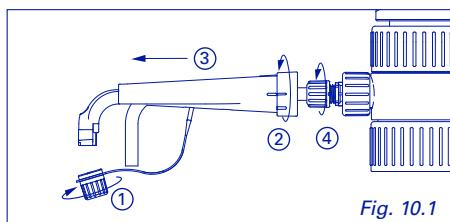
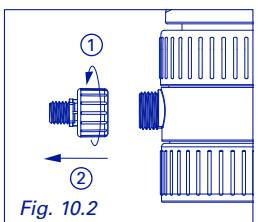

Fig. 10.1
Fig. 10.2
① Remove delivery jet (Fig. 10.1), then delivery jet adapter (Fig. 10.2) and keep for further use
① Retirer le bec verseur (Fig. 10.1) puis le raccord de bec (Fig. 10.2), garder pour utilisation future.